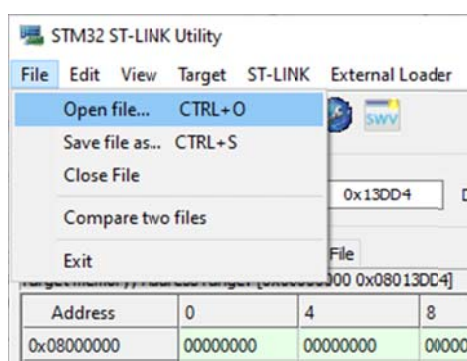

Рис. 10
11. По окончанию процесса очистки памяти через пункт “File”→”Open file...” (рис. 10) открыть файл с прилагаемой прошивкой “atrack-rc3.bin” (название файла может изменяться по ходу выпуска новых версий).